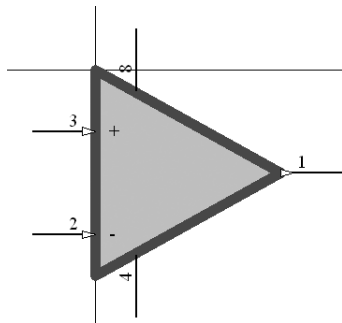

图 11-18 放置所有引脚
2) 移动该引脚到多边形边框处, 单击完成放置。用同样的方法, 放置引脚 1、2、3、4、8 在三角形符号上, 并设置好每一个引脚的属性, 如图 11-18 所示。这样就完成了一个运算放大器原理图符号的绘制。
1) 选择菜单栏中的“编辑”→“选中”→“内部区域”命令, 或者单击“原理图库标准”工具栏中的  (选择区域内部的对象) 按钮, 将图 11-18 中的子部件原理图符号选中。